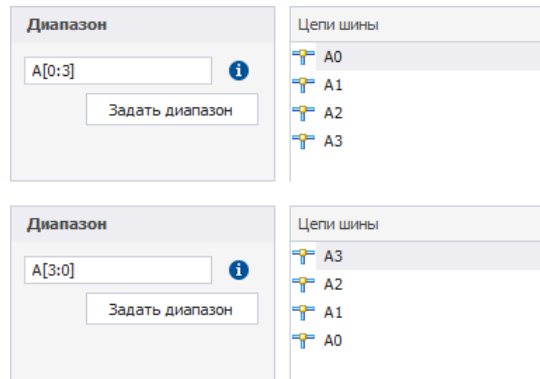

Рис. 180 Добавление диапазона - префикс и диапазон
- Prefix[Min:Max] или Prefix[Max:Min], см. Рис. 180.